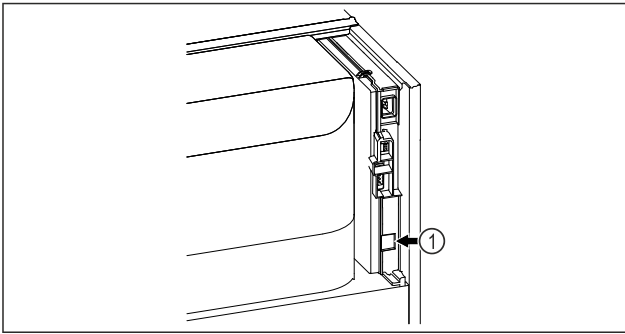

Fig. 100
- SmartModule Fig. 100 (1) is geplaatst.